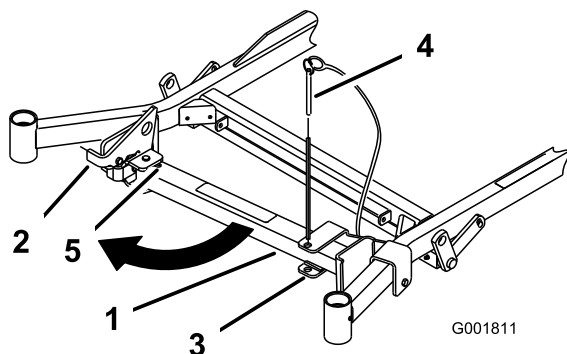
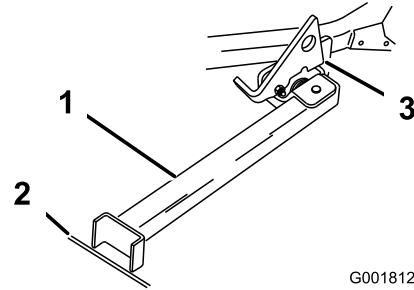

Figura 43
Figura 44
2. Togliete il perno dalla staffa (Figura 43).
4. Portate il piede del supporto sul davanti e spostatelo verso la macchina, nell'intaglio inferiore (Figura 43 e Figura 44).
5. Mettete a terra il piede del supporto e appoggiate il dispositivo di chiusura sull'aletta orientabile (Figura 44).
Nota: Per ottenere risultati ottimali, appoggiate il piede del supporto nelle fessure del marciapiede o nel tappeto erboso (Figura 44).
7. Guidate la macchina sul supporto. Fermatevi quando il dispositivo di chiusura cade sull'aletta e si chiude (Figura 44).
5. Riportate il supporto in posizione di riposo (Figura 43).